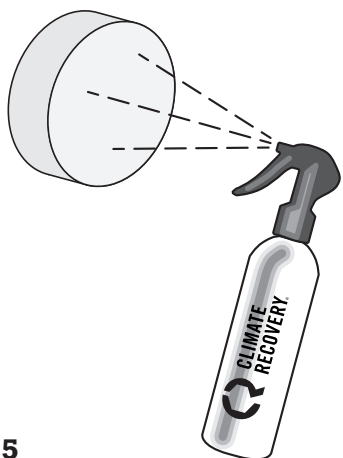

Fig. 5
- Använd såpa enligt tidigare instruktion. (fig. 5 & 6)
- Använd såpa enligt tidigare instruktion (fig. 5 & 6).
- CR Adapter (A) monteras på samma sätt som formstycken och nipplar dvs använd såpa (fig 5&6).